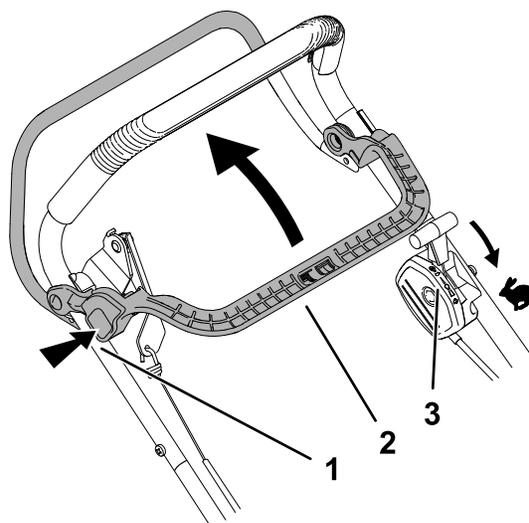

Рисунок 16
1. Убедитесь в том, что рычаг дроссельной заслонки находится в положении БЫСТРО (Рисунок 16).
2. Нажмите кнопку защелки тормозной муфты ножа и потяните рычаг управления тормозной муфтой ножа назад, прижав ее к рукоятке (Рисунок 16).